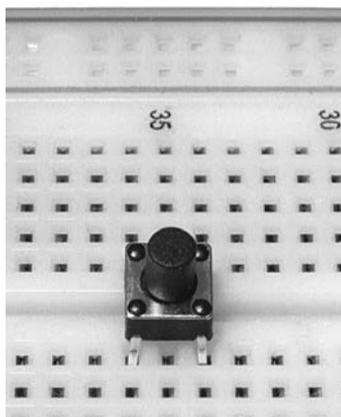

Рис. 4.20. Кнопка на макетной плате
1. Вставьте кнопку в макетную плату, как показано на рис. 4.20.